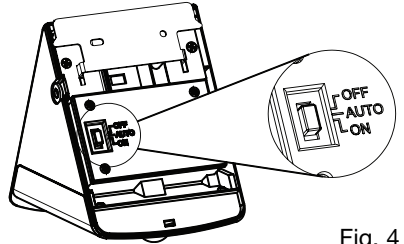

Fig. 4
3. Modos del interruptor (Fig. 4):
**ENCENDIDO (ON):** La luz está constantemente encendida como una luz de emergencia.